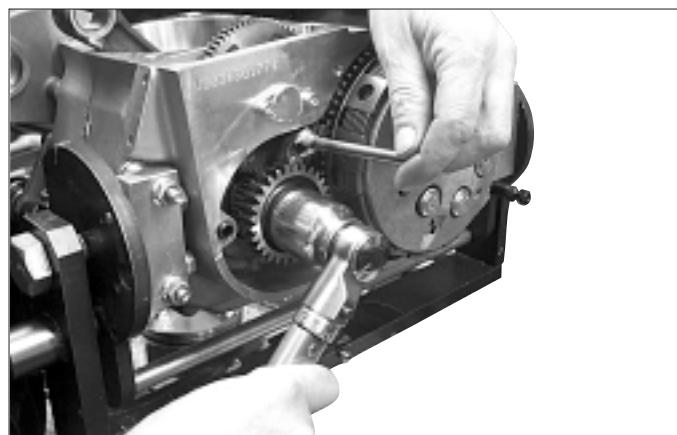

Fig. 67
9. Inserire l'attrezzo dentato per evitare la rotazione del motore. Montare e serrare il dado, dopo avere posto della loctite 243 sul filetto (Fig.67).
9. Insert the toothed tool to avoid the engine rotation. Apply Loctite 243 on thread and fit and tighten the nut (Fig. 67).
9. Die gezahnte Vorrichtung einsetzen, um die Motordrehung zu vermeiden. Loctite 243 auf das Gewinde der Mutter auftragen, dann diese einbauen und anziehen (Abb. 67).
9. Engager l'outil cranté pour empêcher la rotation du moteur. Monter et serrer l'écrou, après avoir appliqué du Loctite 243 sur le filet (Fig.67).